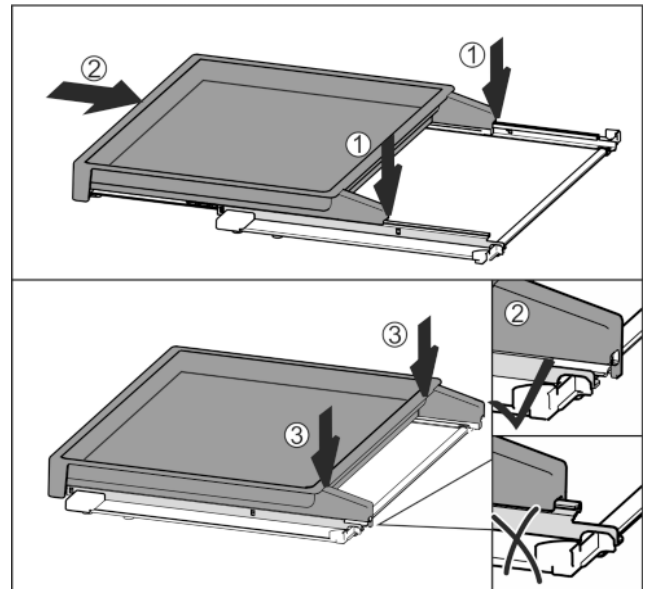

Fig. 39
- ▶ Mittig auf Schienen aufsetzen Fig. 39 (1).
- ▶ Auszugsbord vollständig einschieben Fig. 39 (2).
- ▶ An hinterer Seite drücken bis es hörbar einrastet Fig. 39 (3).